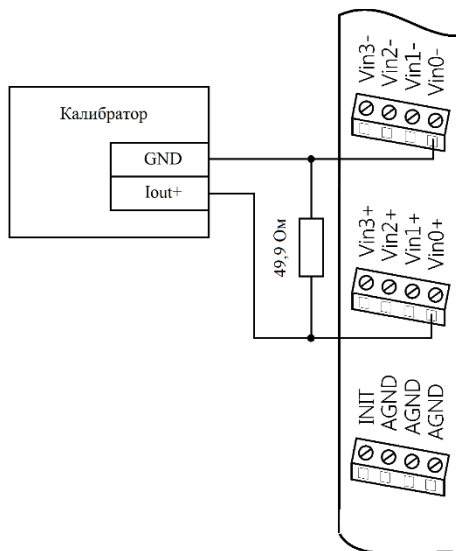
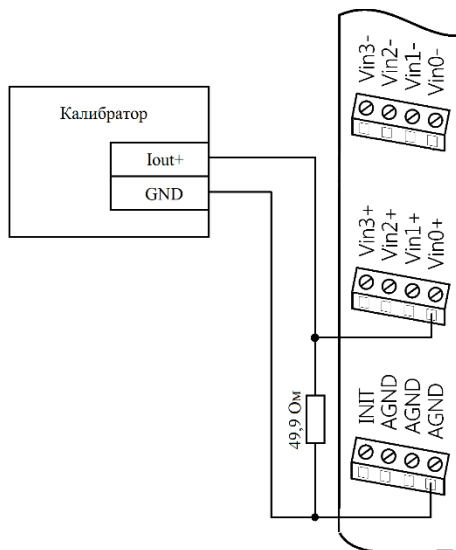

Рис. 4.3. Соединение приборов для юстировки токового диапазона в дифференциальном режиме модуля NLS-8AIn
Рис. 4.4. Соединение приборов для юстировки токового диапазона в одностороннем режиме модуля NLS-8AIn
- подключить параллельно входу преобразователя резистор (для дифференциального режима - в соответствии с рис. 4.3 , для одиночного режима - в соответствии с рис. 4.4) сопротивлением 49.9 Ом с ТКС не хуже $\pm 25 \cdot 10^{-6} \text{ } 1/^{\circ}\text{C}$, например, С2-29В, группы "Д" и калибратор;